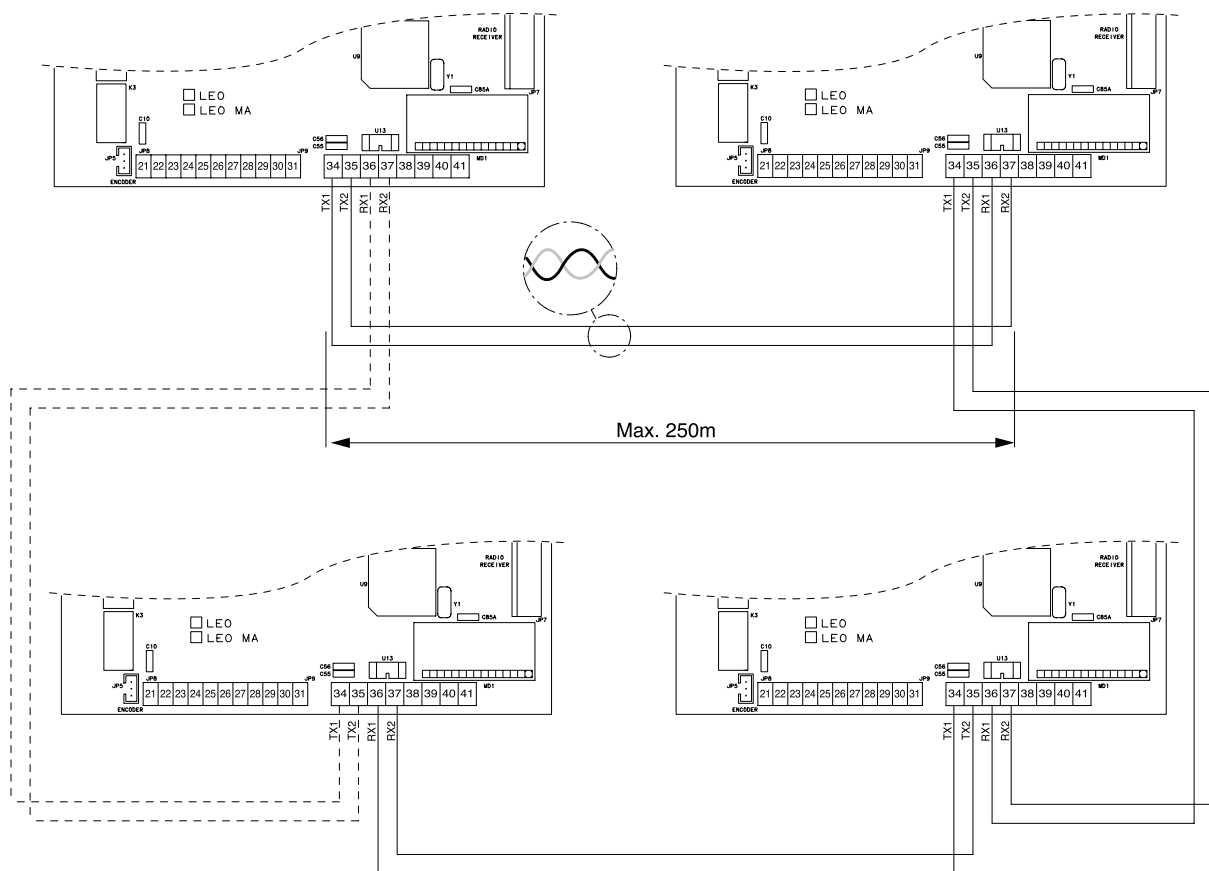

Fig. 6
7.1) Cancelas correderas contrapuestas (Fig. 6)